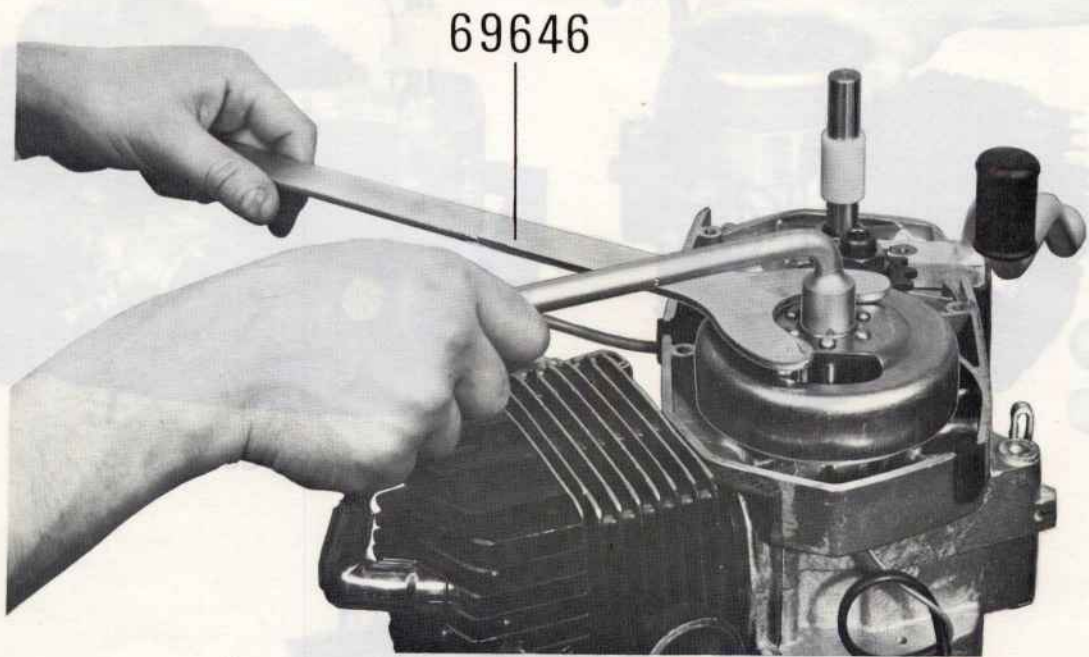

FIGURE 11
- Dévisser l'écrou en bout de vilebrequin à l'aide d'une clé à pipe de 16, en immobilisant le rotor avec l'outil n° 69646 (figure 11).